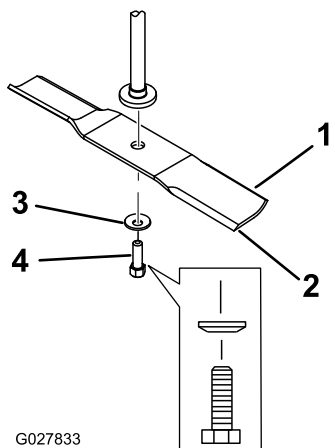

Figura 66
2. Retire del eje el perno de la cuchilla, la arandela curva y la cuchilla (Figura 66).
- Instale la cuchilla en el eje (Figura 66).
- Instale la arandela curva (con la copa hacia la cuchilla) y el perno de la cuchilla (Figura 66).